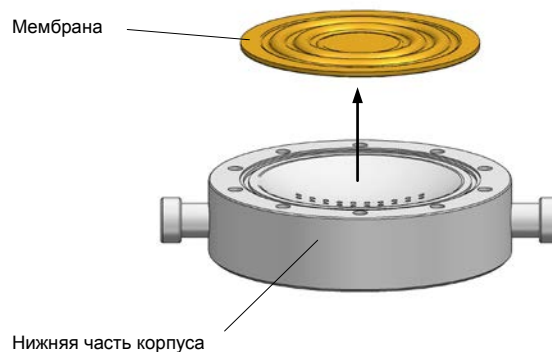

Рис. 28 Замена мембраны (исполнение из пластмассы)
- Снять мембрану (см. рис. 28).